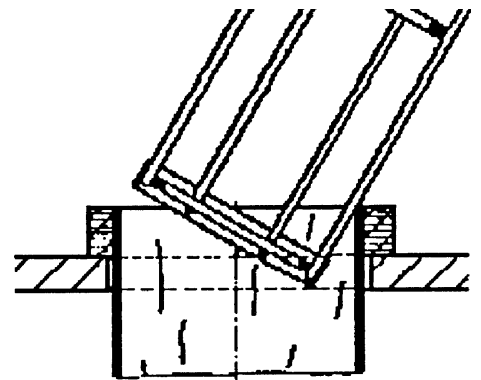

Fig. 4.3
2. Korb drehend einsetzen (Fig. 4.3) und bis zum Korbstutzen einschieben. Anschliessend den Korb ganz einschieben. Die Dichtung darf nicht durch falsches Vorgehen durch den Zwischenboden gedrückt werden. Als Kontrolle den Korb anheben und die Dichtung auf richtigen Sitz kontrollieren.